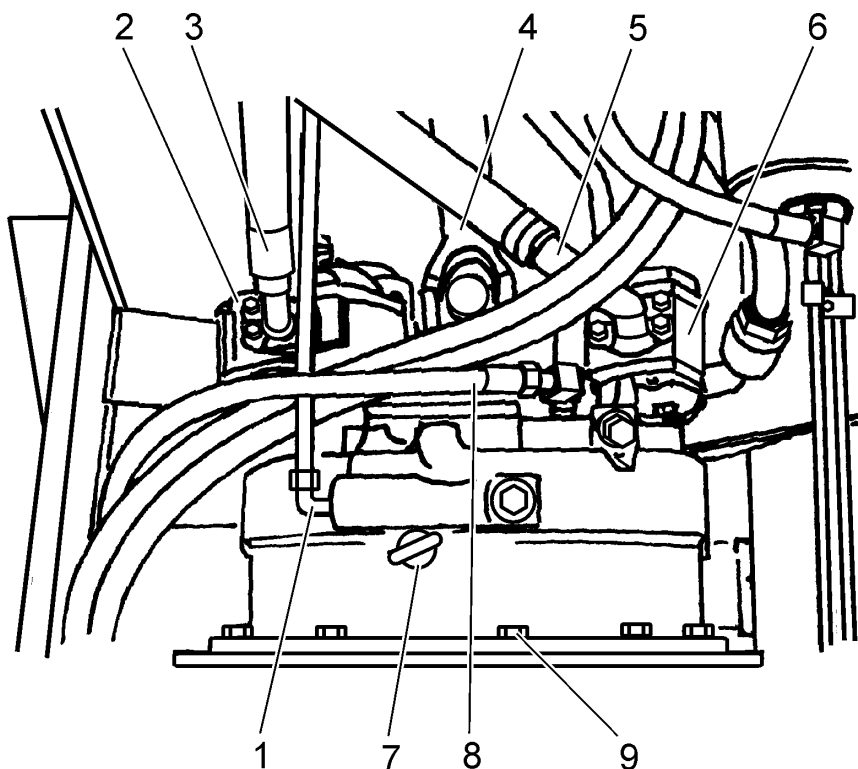

Рис. 7В.6. Места отсоединения гидротрансформатора (вид сверху)
6. Отсоединить маслопроводы (4, Рис. 7В.7.) и (3, Рис. 7В.6.) от насоса (2) рабочей гидросистемы.
7. Отсоединить маслопровод (3, Рис. 7В.7.), отводящий из гидротрансформатора масло от внутренних утечек в коробку передач.